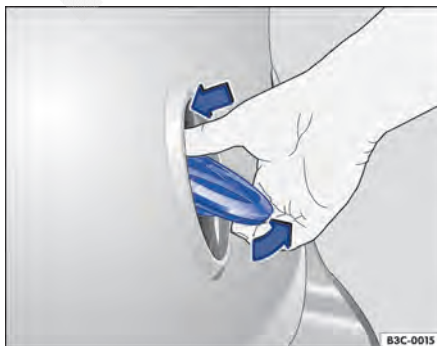

Fig. 35 Com o emblema Volkswagen na tampa do compartimento de bagagem: abrir a tampa do compartimento de bagagem por fora.
- Com o polegar, pressionar a parte superior do logo Volkswagen ⇒ Fig. 35 e rebatê-lo para fora por baixo. A tampa do compartimento de bagagem se abre automaticamente.